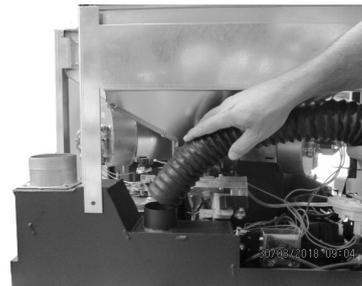

Fig. 14 - Fase 3
- Inserire il tubo concentrico come in **Fig. 14**.